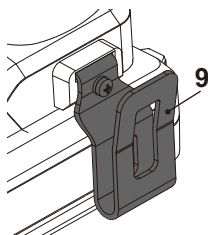

Fig. 18
- > Fixe o clipe para cinto (9) à ranhura e fixe-o com parafuso (Fig. 18).